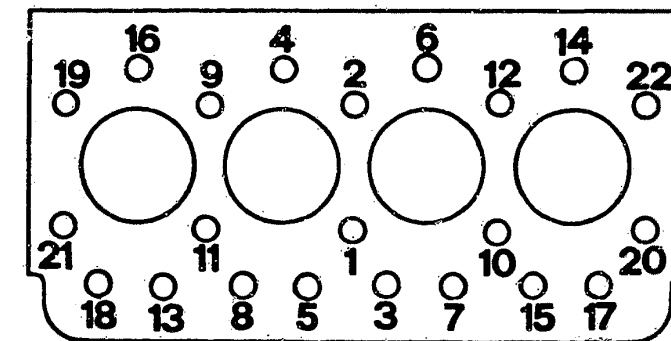

Bild 27 Motor 2500 turbo ds: Anzugsreihenfolge der Zylinderkopfschrauben.
c) **Zylinderkopfdichtung:** Die 22 Befestigungsschrauben des Zylinderkopfes sind in drei Schritten in der Anzugsreihenfolge nach Bild 27 anzuziehen. Zuvor lässt man die eingeölte Schrauben während einer halben Stunde abtropfen. Die Schrauben werden zuerst mit  $40\text{Nm}$  angezogen, und dann um  $180^\circ$  weitergedreht. Ein späteres Nachziehen entfällt.